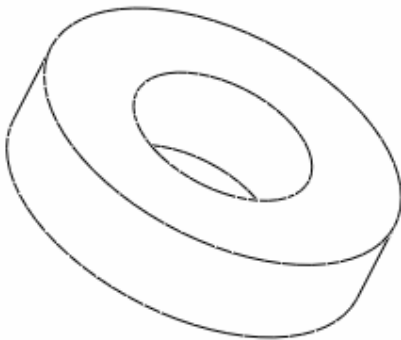

图 28-2
- (1) 单击菜单【文件】 【打开】命令。
- (2) 打开配书光盘中的“openexe28.prt”模型文件，如图 28-2 所示。